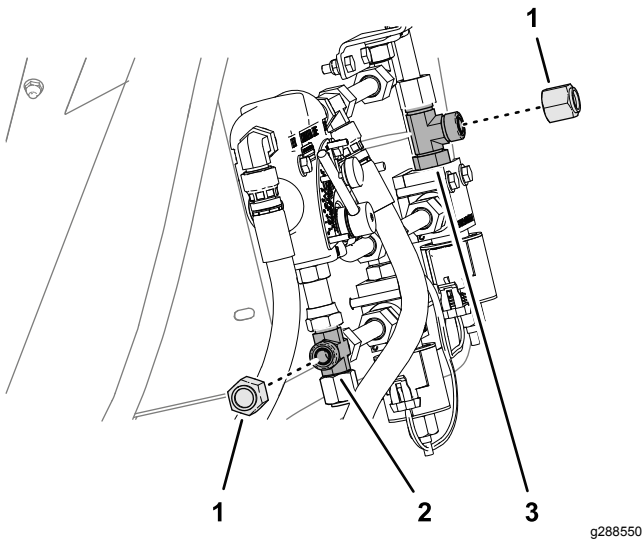

Figura 18
1. En el soporte de la válvula, retire las tapas del acoplamiento en T y el acoplamiento de la unión transversal, tal y como se muestra en la Figura 18